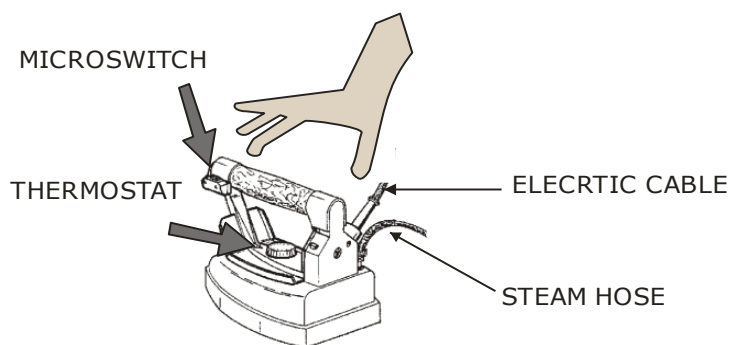

Fig. 3
3. Porniți boilerul (fig. 2 B), fierul de călcat (fig. 2 A) și reglați termostatul (fig. 3) pe "bumbac" (**N.B.:** termostatul fierului de călcat MAXI INDUSTRIAL trebuie setat între "lână" și "bumbac").
4. Așteptați stingerea lămpii boilerului (fig. 2 C), manometrul trebuie să ajungă la 2,5/3 BAR. În acest moment, luați fierul de mânerul de plută și apăsați butonul roșu de 3 sau 4 ori (fig. 3), pentru producerea aburului: această operațiune trebuie efectuată pentru a încălzi tuburile care conduc aburul către talpa fierului. De asemenea, în acest mod, preveniți și căderea picăturilor de apă pe articolele de îmbrăcăminte (fierul trebuie să fie întotdeauna ținut în așa fel încât să nu rănească operatorul, adică cu fierul întotdeauna îndreptat în jos). Pentru a regla fluxul de aburi folosiți roțița de mână (fig. 2). În timpul operațiunii de călcare, lampa boilerului pornește și se oprește (fig. 2 C).
1. Porniți fierul pe articolele de îmbrăcăminte, apăsând microîntrerupătorul de pe fier (fig. 3) pentru abur. Pentru un rezultat mai bun, setați termostatul (fig. 3) pe "bumbac" (între "lână" și "bumbac") pentru fierul de călcat MAXI INDUSTRIAL).
4. Pentru călcarea uscată, se poate regla termostatul (fig. 3) în diverse poziții, în funcție de tipul de material (verificați eticheta hainei).
3. tubul cu aer și cablul fierului atunci când par deteriorate (fig. 3).